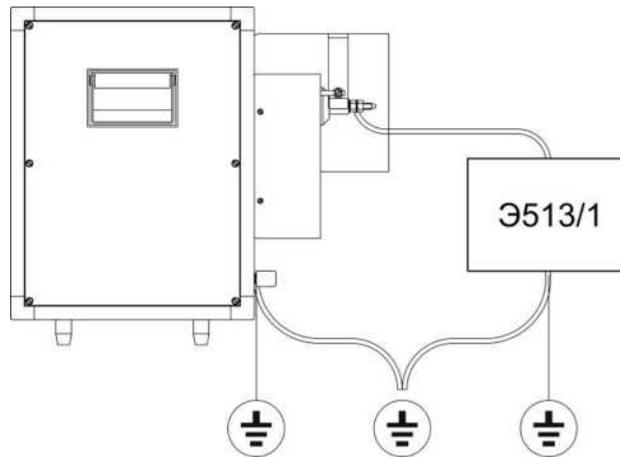

Рис. 13
8.5. Проверку калибровки миллиамперметра и установки тока защиты проводите следующим образом (рис. 13):